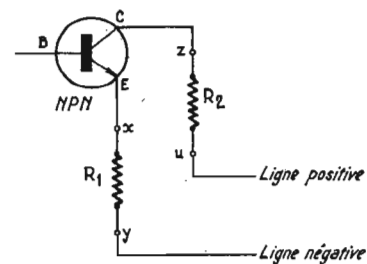

FIG. 6
b) Courants continus : La mesure exige généralement une coupure du circuit dans laquelle on intercale le microampèremètre (ou le milliampèremètre) comme le montre la figure 6. Soit à mesurer le courant d'émetteur d'un transistor NPN.
c) Un courant pourra être déterminé par une mesure de tension : soit E la tension entre x et y (figure 6). Si l'on connaît R_1 , on a $I = E/R_1$. Réciproquement, si l'on détermine un courant I, on connaîtra la tension par la même loi d'Ohm : $E = R_1 I$.